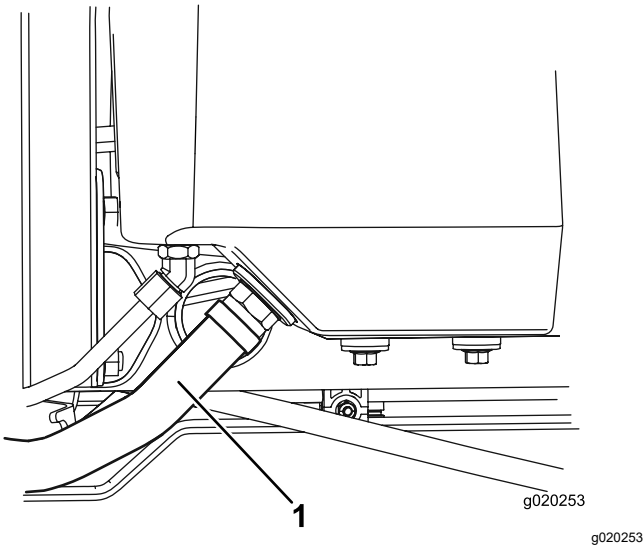

Figure 78
2. Débranchez le gros flexible hydraulique (Figure 78) du réservoir et faites couler le liquide hydraulique dans un bac de vidange.